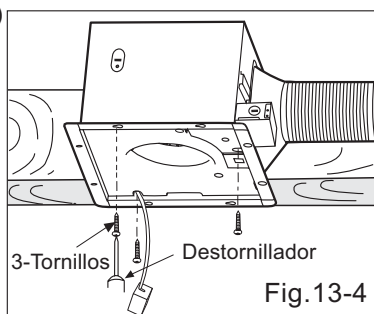

Fig.13-4
8. Asegure el tubo de ventilación. (Fig. 13-4) y el enchufe conector al receptáculo. (Fig. 12)